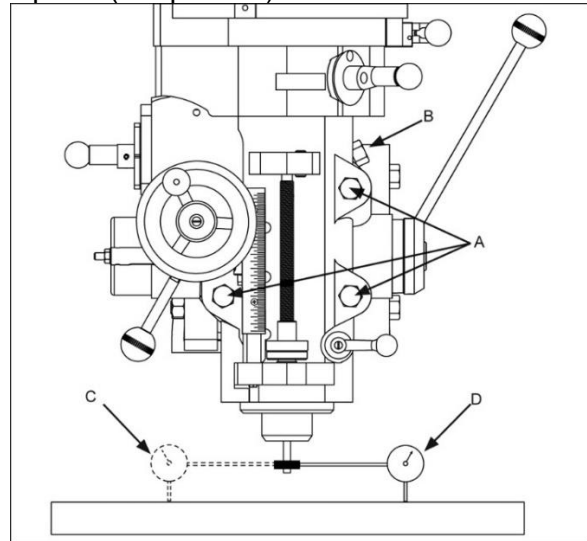

Рисунок 18
5. Установите индикатор на оправку и закрепите с помощью приводного стержня (см. рис. 18).
- c. Установите индикатор часового типа на оправку и закрепите с помощью приводного стержня (см. рис. 18).